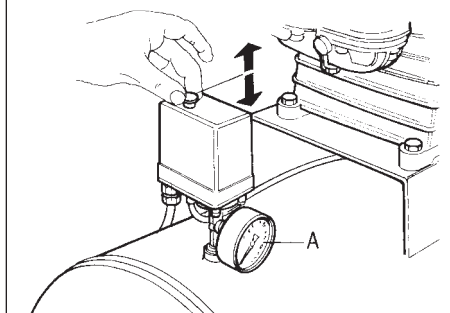
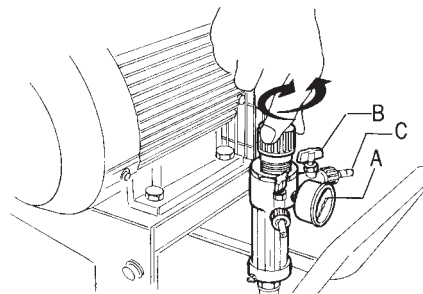

fig. 3
fig. 6
- controllare che il pulsante posto sul pressostato, di colore rosso, sia in posizione di riposto "OFF-0" (fig. 3).
Per accendere il compressore, posizionare il pulsante su "ON - 1", tirando verso l'alto (nei motori trifase controllare che il senso di rotazione del motore sia quello indicato dalla freccia). Per spegnere il compressore spingere verso il basso tale pulsante nella posizione d'arresto "OFF - 0" (fig. 3).
- nei compressori dotati di regolazione di pressione impostare la pressione desiderata agendo sul pomello di regolazione (*fig. 6*) nel modo seguente: nei regolatori che montano manopole che usufruiscono della possibilità di bloccaggio alla pressione desiderata occorre
accertarsi che la manopola sia libera e non bloccata prima di iniziare a ruotarla per la regolazione; in caso contrario occorre sbloccarla tirandola verso l'alto fino a passare lo scatto che la blocca. Le manopole di regolazione aumentano la pressione in uscita quando si ruota in senso orario e la diminuiscono in senso antiorario. Nei regolatori che montano rubinetti a spillo la chiusura o l'apertura dell'aria non deve assolutamente avvenire agendo sulla farfallina del rubinetto con pinze o attrezzi che potrebbero causare la rottura della farfallina B (fig. 6) stessa; in condizioni normali la tenuta del rubinetto avviene senza particolare sforzo. Esistono due famiglie di regolatori di pressione la cui massima pressione di esercizio è rispettivamente di 8 e 10 bar, pressioni superiori pregiudicano il normale funzionamento. Il valore della pressione di utilizzo sarà indicato sul manometro A (fig. 6), mentre quella riscontrata sul manometro A (fig. 3) sarà la pressione interna del serbatoio.
- Collegare il tubo dell'utensile che si vuole usare al rubinetto C (fig. 6) uscita aria e procedere alla sua apertura. Dopo aver utilizzato il compressore chiudere il rubinetto.